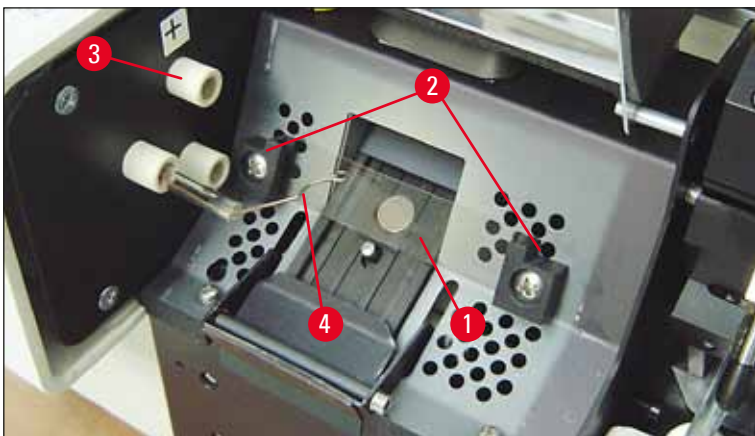

Fig. 20
5. Kontrollera att kontaktfjädern (→ "Fig. 19-2") lossar från lampans tändtråd (→ "Fig. 20-4") (Se även (→ "Fig. 20") och (→ "Fig. 21-1")).